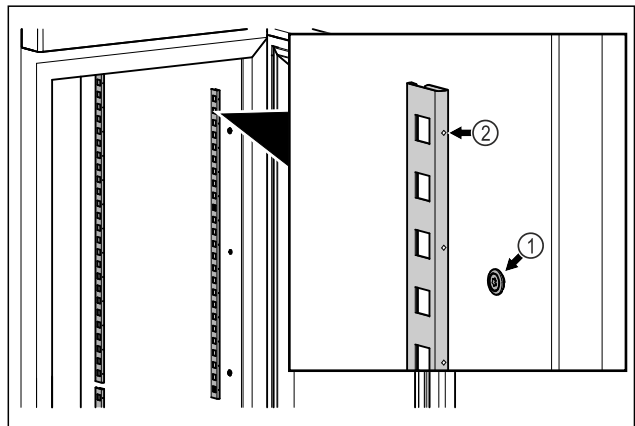

Fig. 56 Beispielhafte Darstellung
- Rastenleisten in Aufhängung Fig. 56 (1) einhaken. Markierung Fig. 56 (2) muss nach vorne zeigen.